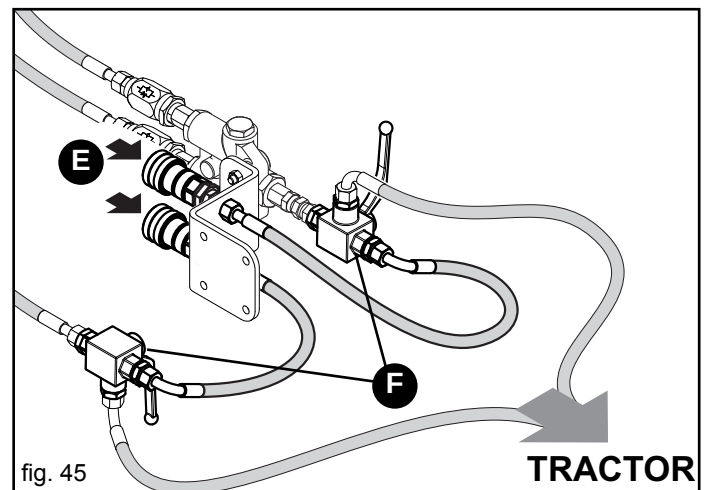

fig. 45
En las versiones 500 y 600 el sistema hidráulico de los marcadores de surcos puede incorporar unas válvulas de 3 vías (F, Fig. 45) que permiten gestionar y controlar, con el mismo distribuidor del tractor, una aplicación adicional (E) utilizable con la sembradora detenida (ejemplo: equipo para la carga de la tolva de semillas).